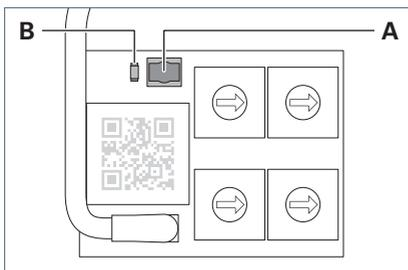

Fig. 9: Taste und LED.
- ▶ Drücken Sie die Taste **A** auf dem TALK Modul kurz (kürzer als drei Sekunden), siehe Fig. 9.